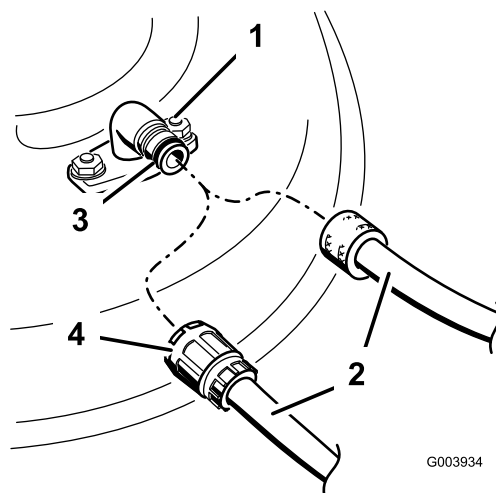

Figura 76
- Coloque união da mangueira na extremidade de limpeza do cortador e ligue a água em elevado (Figura 76).